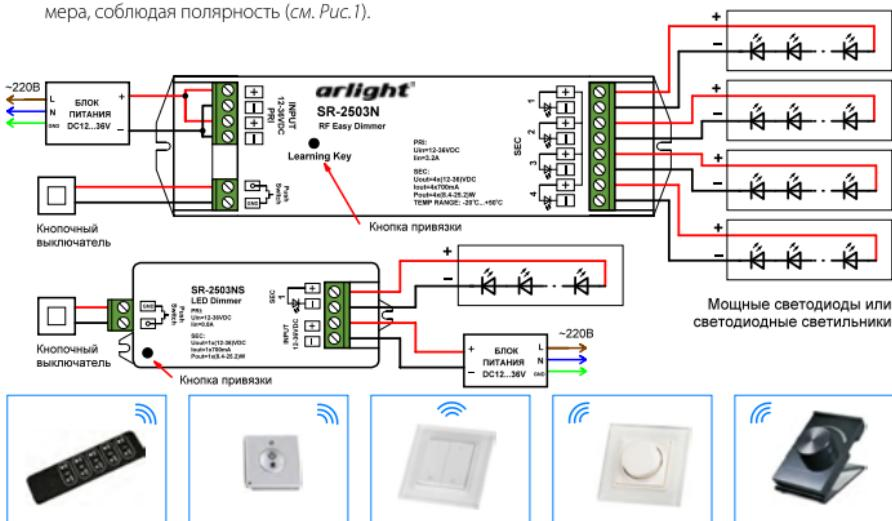

Рис.1. Схема подключения диммеров.
- 3.3. Подключите светодиоды или другой совместимый светодиодный источник света к выходу **SEC** диммера, соблюдая полярность (см. Рис.1).